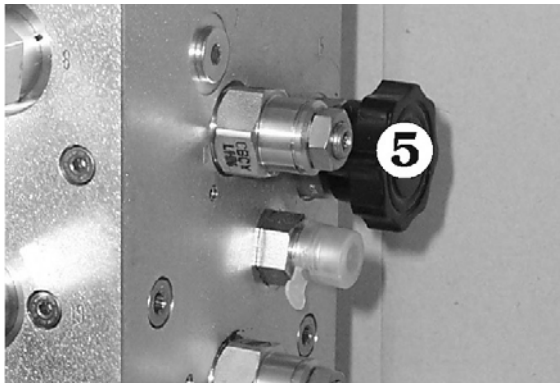
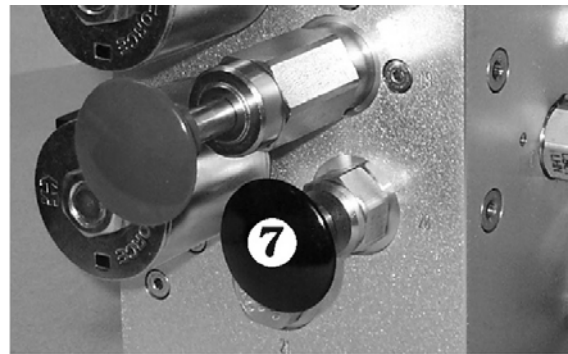

Fig. 9.9
Fig. 9.11
3. Öppna, inne i hydraulutrymmet, frirullningsventilen ⑤ genom att vrida motsols så mycket det går (se Fig. 9.9).
5. Efter att maskinen bogserats skall återställningsknappen ⑦ dras ut så att bromsarna återställs (se fig. 9.11) och frirullningsventilen ⑤ (se fig. 9.9) stängas.